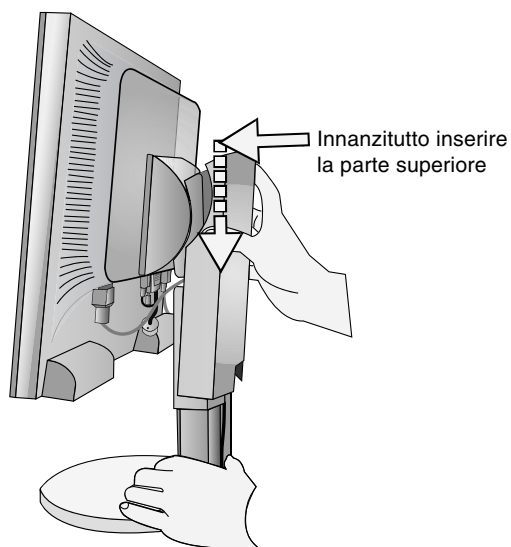
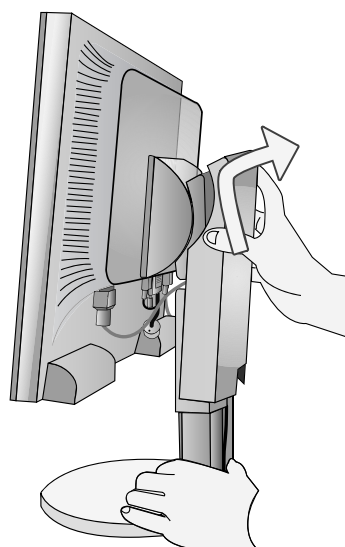

Figura D.1
Figura D.2
7. Fissare tutti i cavi insieme e mettere la copertura cavi sul supporto (**Figura D.1**). Per rimuovere la copertura cavi, sollevare il coperchio come illustrato nella **Figura D.2**.